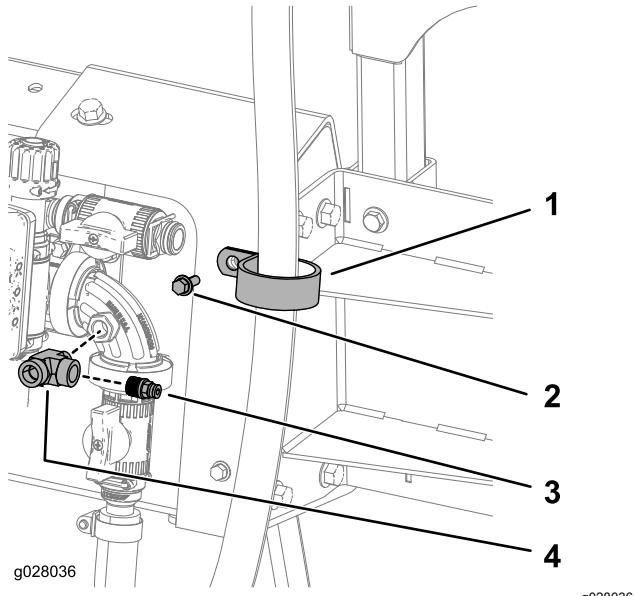

图 37
- 如图 37 中所示使用 R 形夹、螺栓  $\frac{1}{4}$  英寸 - 20 x  $\frac{3}{4}$  英寸和螺母  $\frac{1}{4}$  英寸 - 20 将软管 180cm 固定到上支架上。
- 在 T 形接头的螺纹上施用聚四氟乙烯密封材料并将 T 形接头连接至控制阀 图 37。
- 在连接器的螺纹上施用聚四氟乙烯密封材料并将连接器连接至 T 形接头 图 37。